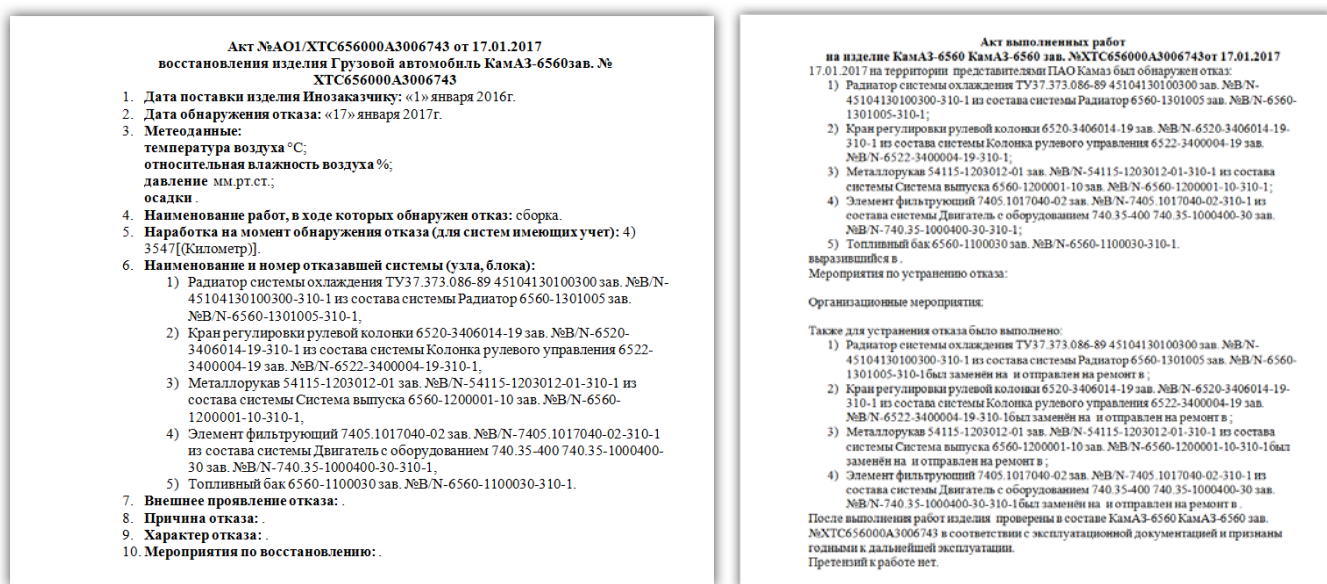

Рис. 8-17 – Акт восстановления (слева) и акт выполнения работ (справа) в текстовом редакторе Word
10) В результате будет сформирован документ, имя которого совпадает с номером акта отказа (с учетом допустимых символов в именах файлов). Созданный файл можно сохранить на диске или открыть на редактирование в текстовом редакторе Word (рис. 8-17).